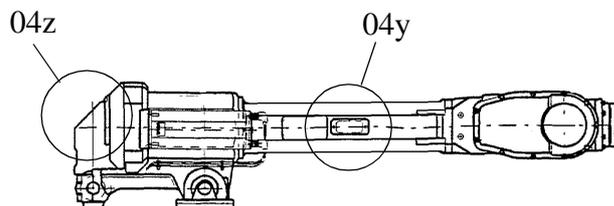
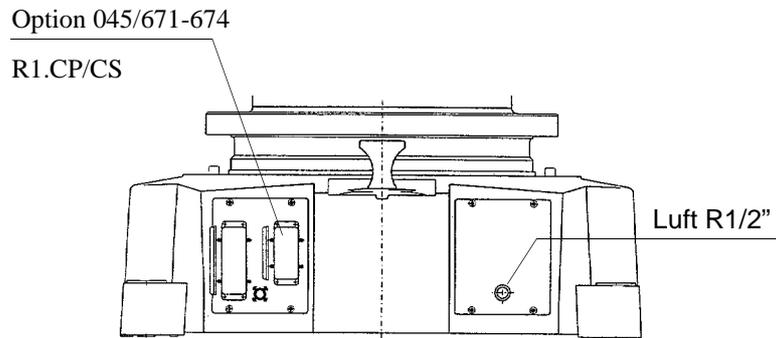
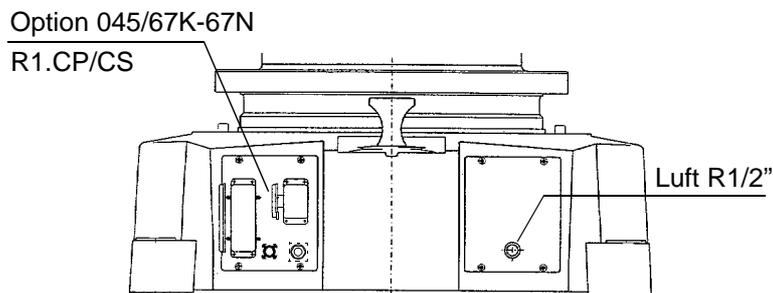
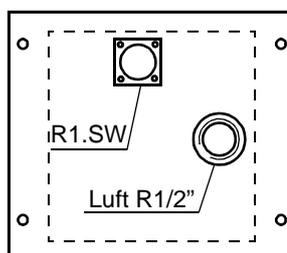

Bild 36 Anschluß der Signale am Oberarm.
Bild 37 Option 04y, Anschluß der Signale und der Luft am Sockel.
Bild 38 Option 04z, Anschluß der Signale und der Luft am Sockel.
Bild 41 Anschluß des Positionsschalterkabels an den Sockel.
- 04y** Eingebauter Schlauch für Druckluft. Ein Lufteinlaß befindet sich am Sockel (siehe Bild 38) und ein Auslaß am Oberarm (siehe Bild 36). Anschlüsse: R1/2".
- 04z** Eingebauter Schlauch für Druckluft. Ein Lufteinlaß befindet sich am Sockel (siehe Bild 38) und ein Auslaß am Oberarm (siehe Bild 36). Anschlüsse: R1/2".
- 045** Die Signale werden direkt an einen 40poligen Harting-Stecker am Robotersockel angelegt (siehe Bild 37 und Bild 38). Die vom Manipulator wegführenden Kabel werden nicht mitgeliefert.
**074** Das Kabel zwischen dem Manipulatorsockel R1.SW (siehe Bild 41 und Bild 38) und der Steuerung ist mitgeliefert. Die Kabellänge ist die gleiche wie bei der Option 640.